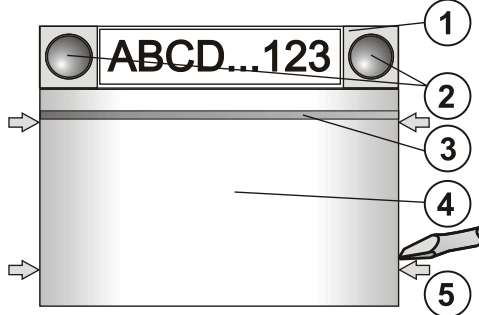

Bild: 1 – Bedienungsegment; 2 – Segmenttasten; 3 – unterleuchtete Aktivierungstaste; 4 – RFID- Modul; 5 – Klinken für die Öffnung des Moduls;
- Die vier Klinken an den Seiten (siehe Bild 1) nacheinander drücken, um das Modul aus dem hinteren Kunststoffteil zu lösen.
- Das Buskabel an die Klemmleiste anschließen (9).